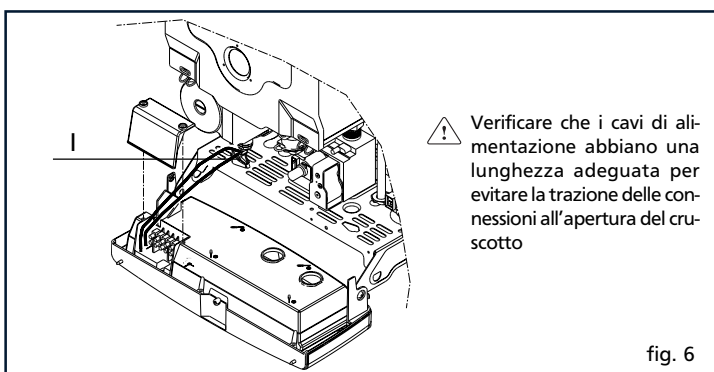

fig. 6
- inserire il cavo dell'alimentazione elettrica e dell'eventuale termostato ambiente T.A. nell'apposito serracavo sul telaio (I), fig. 6
- bloccare il cavo di alimentazione e dell'eventuale termostato ambiente nel relativo serracavo sul telaio (I) agendo sull'apposita vite, fig. 6